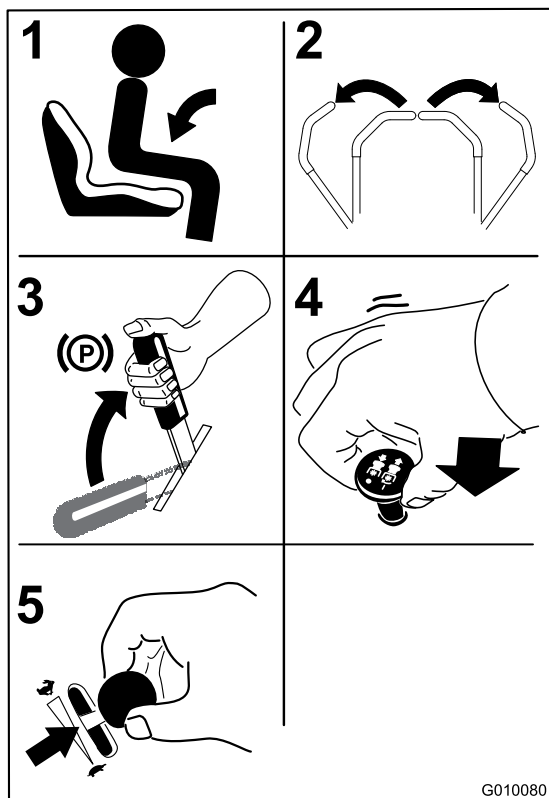

Figura 18
1. Sedetevi sul sedile (Figura 18) e allacciate la cintura di sicurezza.
2. Spostate le leve di controllo del movimento verso l'esterno, in posizione di blocco in folle (Figura 18).
3. Inserite il freno di stazionamento (Figura 18); vedere Impostazione del freno di stazionamento.
4. Spostate il comando delle lame (PDF) in posizione Off (Figura 18).